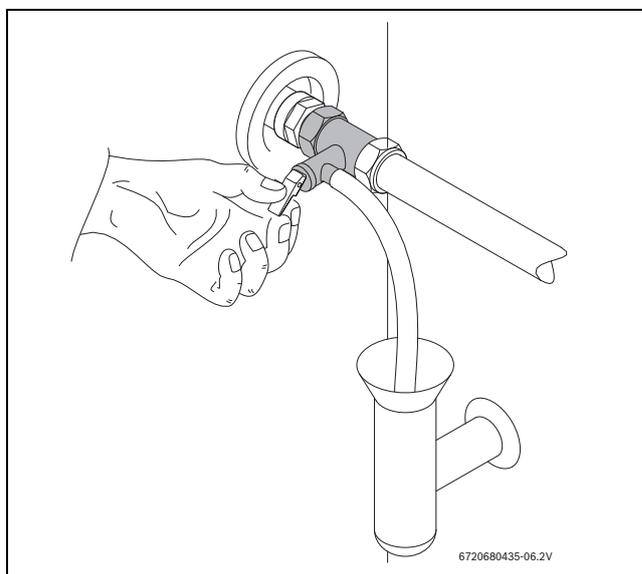

Fig. 10 Válvula de segurança
- ▶ Abrir a válvula de segurança (ver Fig. 10).